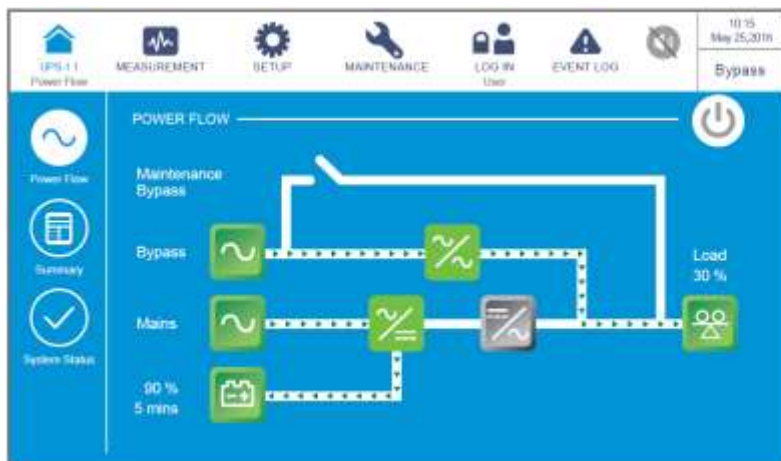

Рисунок 6-47: Экран байпасного режима
- 3) После выбора **'YES'** ИБП отключит инвертор, прекратит подачу питания с каждого силового модуля и будет осуществлять подачу питания с байпасного источника переменного тока. Если байпасный источник переменного тока работает ненормально, то существует риск прерывания подачи питания, и подключенные важные нагрузки не будут защищены. В этот момент каждый силовой модуль продолжает заряжать батареи, трехцветный светодиодный индикатор загорается желтым цветом и появляется следующий экран (**Рисунок 6-47**). Расположение трехцветного светодиодного индикатора см. на **Рисунке 2-11**.